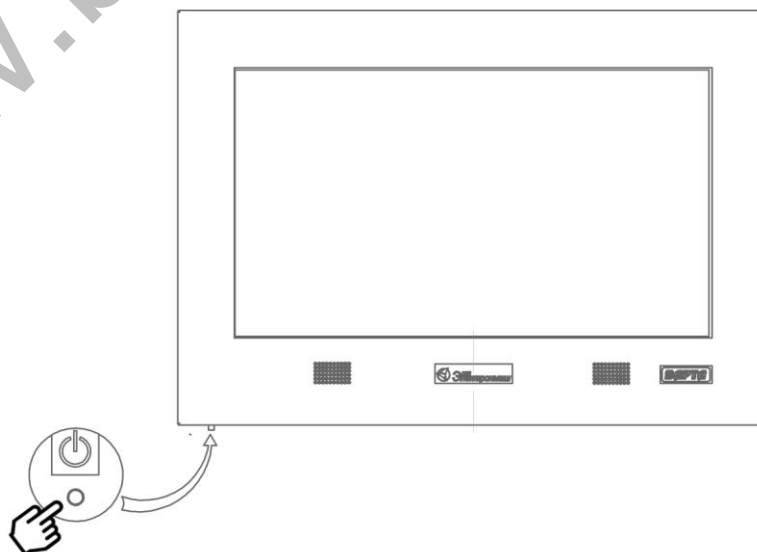

Рис. 8 Включення табло
5.2 Подати напругу живлення на табло згідно рис.8 та дочекатись завантаження системи.